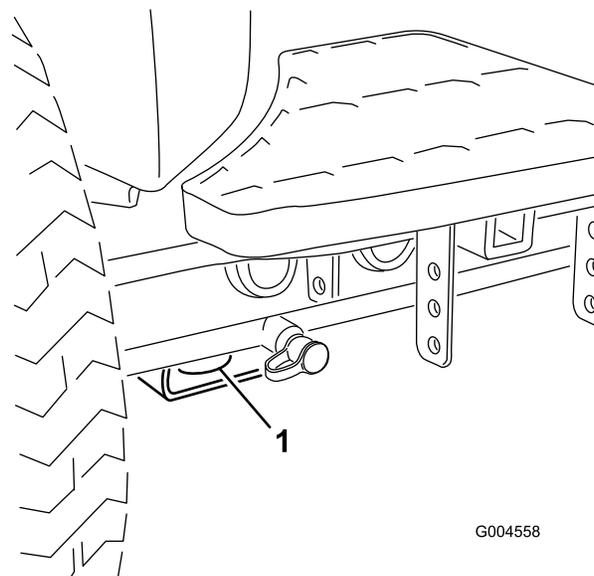

Рисунок 38
- В передней части – используйте отверстие в прямоугольной подкладке под трубой моста внутри каждого переднего колеса (Рисунок 38).